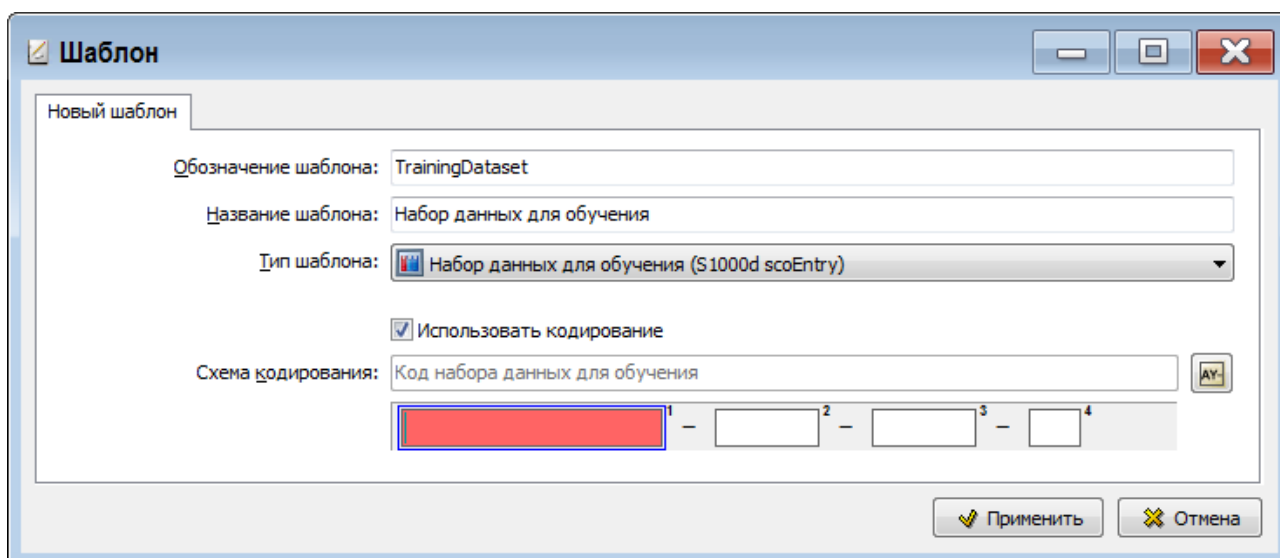

Рис. 3.87
2. В диалоговом окне **Шаблон** введите обозначение шаблона - «TrainingDataset» и название - «Набор данных для обучения» (Рис. 3.87).
3. Укажите тип шаблона «Набор данных для обучения» (Рис. 3.87).